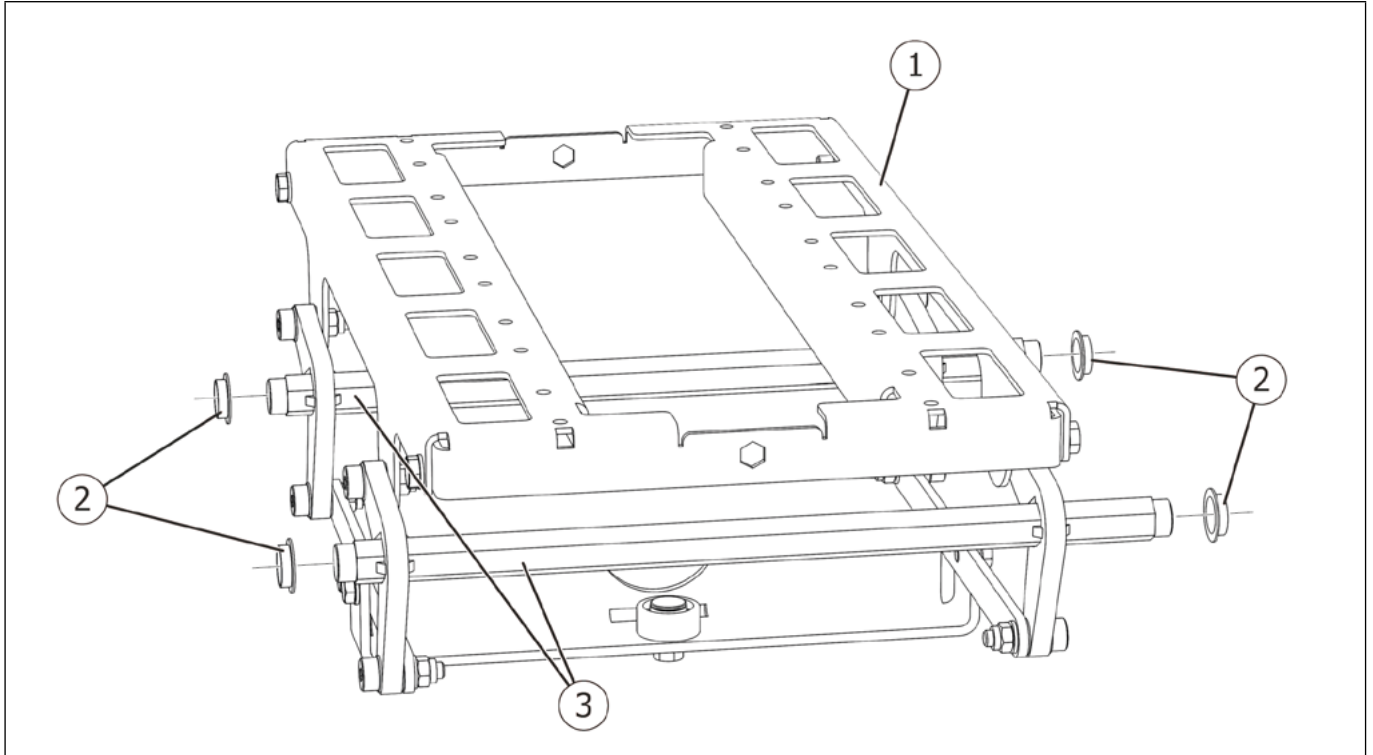

Fig. 16
1. Retirer les douilles à bride (Fig. 16/2) des arbres hexagonaux (Fig. 16/3) de l'ensemble de levage (Fig. 16/1).